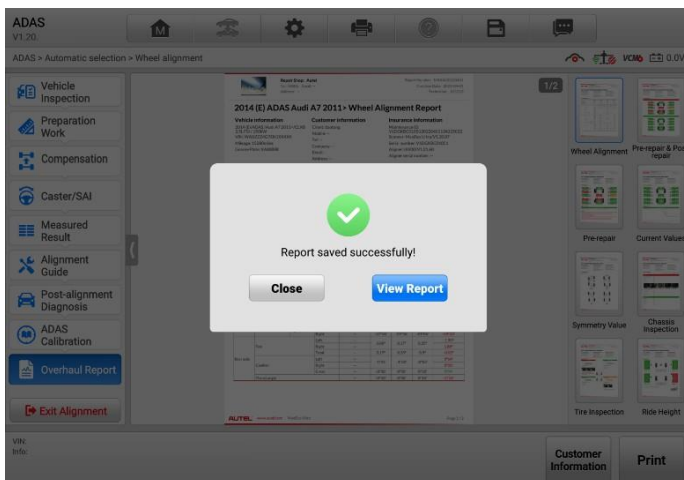

Abbildung 4-72 Bildschirm "Bericht speichern" 3
- 1) Tippen Sie auf **Bericht anzeigen** (siehe Abbildung 4-72 Bildschirm Bericht speichern 3), nachdem Sie den Bericht erfolgreich gespeichert haben, oder tippen Sie auf **Bericht** aus **Datenmanager**, um den Bildschirm Berichtsliste